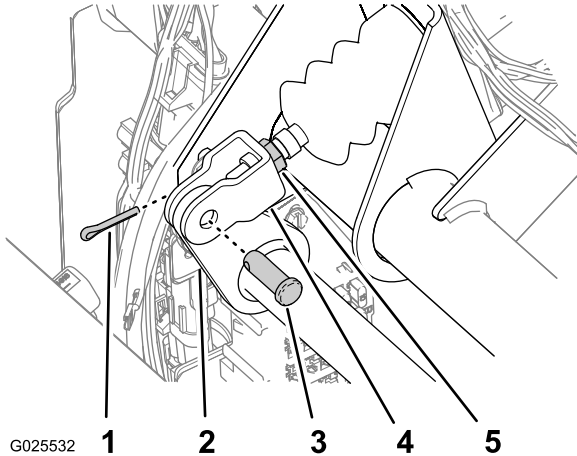

Figure 76
2. Retirez la goupille fendue et l'axe de chape qui fixent la chape du maître-cylindre au pivot de la pédale de frein (Figure 76).
4. Desserrez les écrous de blocage qui fixent la chape à l'arbre du maître-cylindre (Figure 76).
5. Réglez la chape jusqu'à ce que les trous soient alignés sur celui du pivot de la pédale de frein (Figure 76).
6. Fixez la chape au pivot de la pédale au moyen de l'axe de chape et de la goupille fendue (Figure 76).
7. Serrez l'écrou de blocage qui fixe la chape à l'arbre du maître-cylindre (Figure 76).